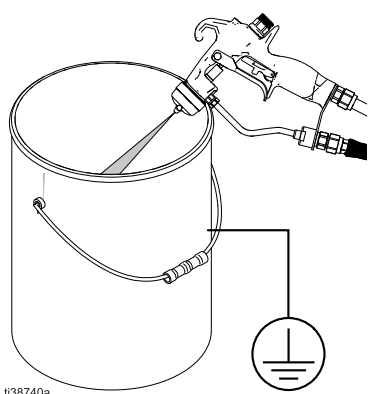

FIG. 11: Avlasta pistoltrycket
5. Håll en metalldel på pistolen stadigt mot ett jordat metallkärl. Tryck av pistolen för att avlasta trycket. Se FIG. 11.